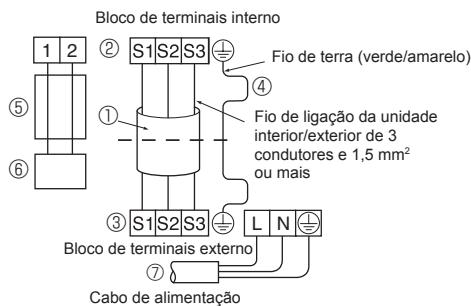

Fig. 7-2
- Efetue as ligações tal como exibido no diagrama da parte inferior esquerda. (Adquirir o cabo localmente.) (Fig. 7-2)